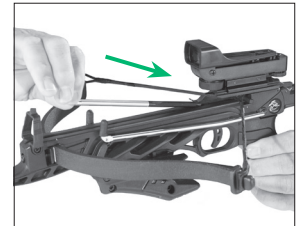

FIGURE 10
4. Agarre la flecha cerca de su punta en el extremo opuesto del emplumado. La ballesta puede cargarse manteniendo las manos y todas las partes del cuerpo fuera del trayecto de la cuerda del arco y en el área de carga segura (Fig. 10). Mantenga en todo momento las manos, los dedos y todas las demás partes del cuerpo fuera del trayecto del recorrido de la cuerda y los cables. La ballesta está diseñada de modo que el usuario nunca necesite colocar una parte del cuerpo en el camino de la cuerda de la ballesta. No respetar esta advertencia puede ocasionar lesiones graves o la muerte.
6. Deslice la flecha o saeta hacia atrás hacia el conjunto del gatillo, debajo del muelle de retención de la flecha o saeta, hasta que el culatín de la flecha o saeta descansa completamente en la cuerda. (Fig. 10)